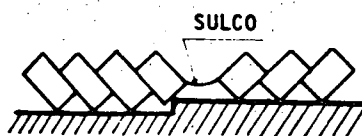

Fig. 4
- 2) Ao concluir a aração de um sulco par, reduza a profundidade de corte nas duas últimas passadas para deixar um sulco pouco profundo (fig. 4).